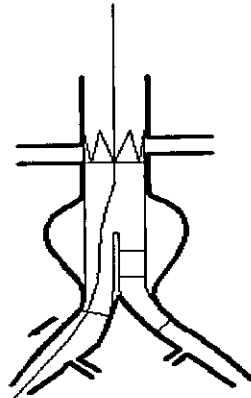

Fig. 11 Despliegue del brazo largo de la prótesis artificial AAA
- 5.17 Desplegar la rama larga de la prótesis artificial AAA y retirar el sistema de liberación completamente pero no retirar el alambre (Fig. 11)